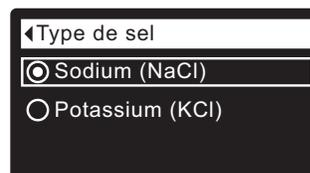

FIG. 39
5. Appuyez sur le sélecteur (O) pour afficher le menu du **type de sel** (cf. Figure 39).
6. Si le cercle vis-à-vis du type de sel souhaité a déjà un point (cf. Figure 39), passez à l'étape 7. Sinon, appuyez sur le bouton BAS (▼) ou HAUT (▲) du conditionneur/de l'adoucisseur pour passer à l'autre type de sel, puis sur le sélecteur (O) pour confirmer votre choix.
7. Appuyez sur le sélecteur (O) : l'afficheur revient au menu de réglage du sel.